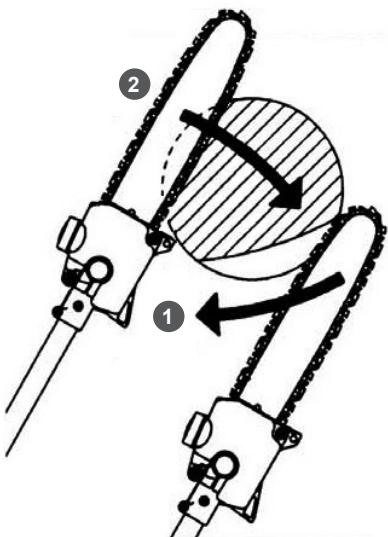

Рис. 18. Выполнение разгрузочного и основного резов
10. Сначала во избежание отскока или застревания шины сделайте разгрузочный надрез (глубина реза не более 1/4 диаметра ветки) с нижней стороны ветки (Рис. 18 п. 1). Затем резом сверху-вниз срежьте ветку (Рис. 18 п. 2).